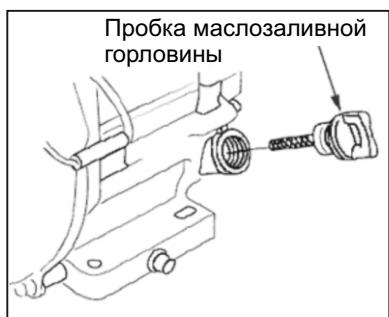

Рис. 21
1. Выкрутите пробку маслозаливной горловины (рис. 21);